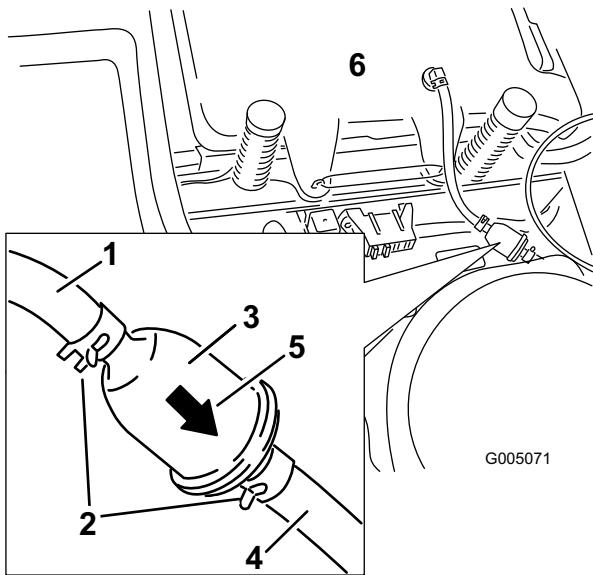

Figure 28
4. Pincez les extrémités des colliers et faites glisser ceux-ci pour les éloigner du filtre (Figure 28).
6. Montez un nouveau filtre en veillant à pointer la flèche indiquant le sens d'écoulement vers le moteur. Rapprochez les colliers de flexibles du filtre (Figure 28) pour le fixer en place.